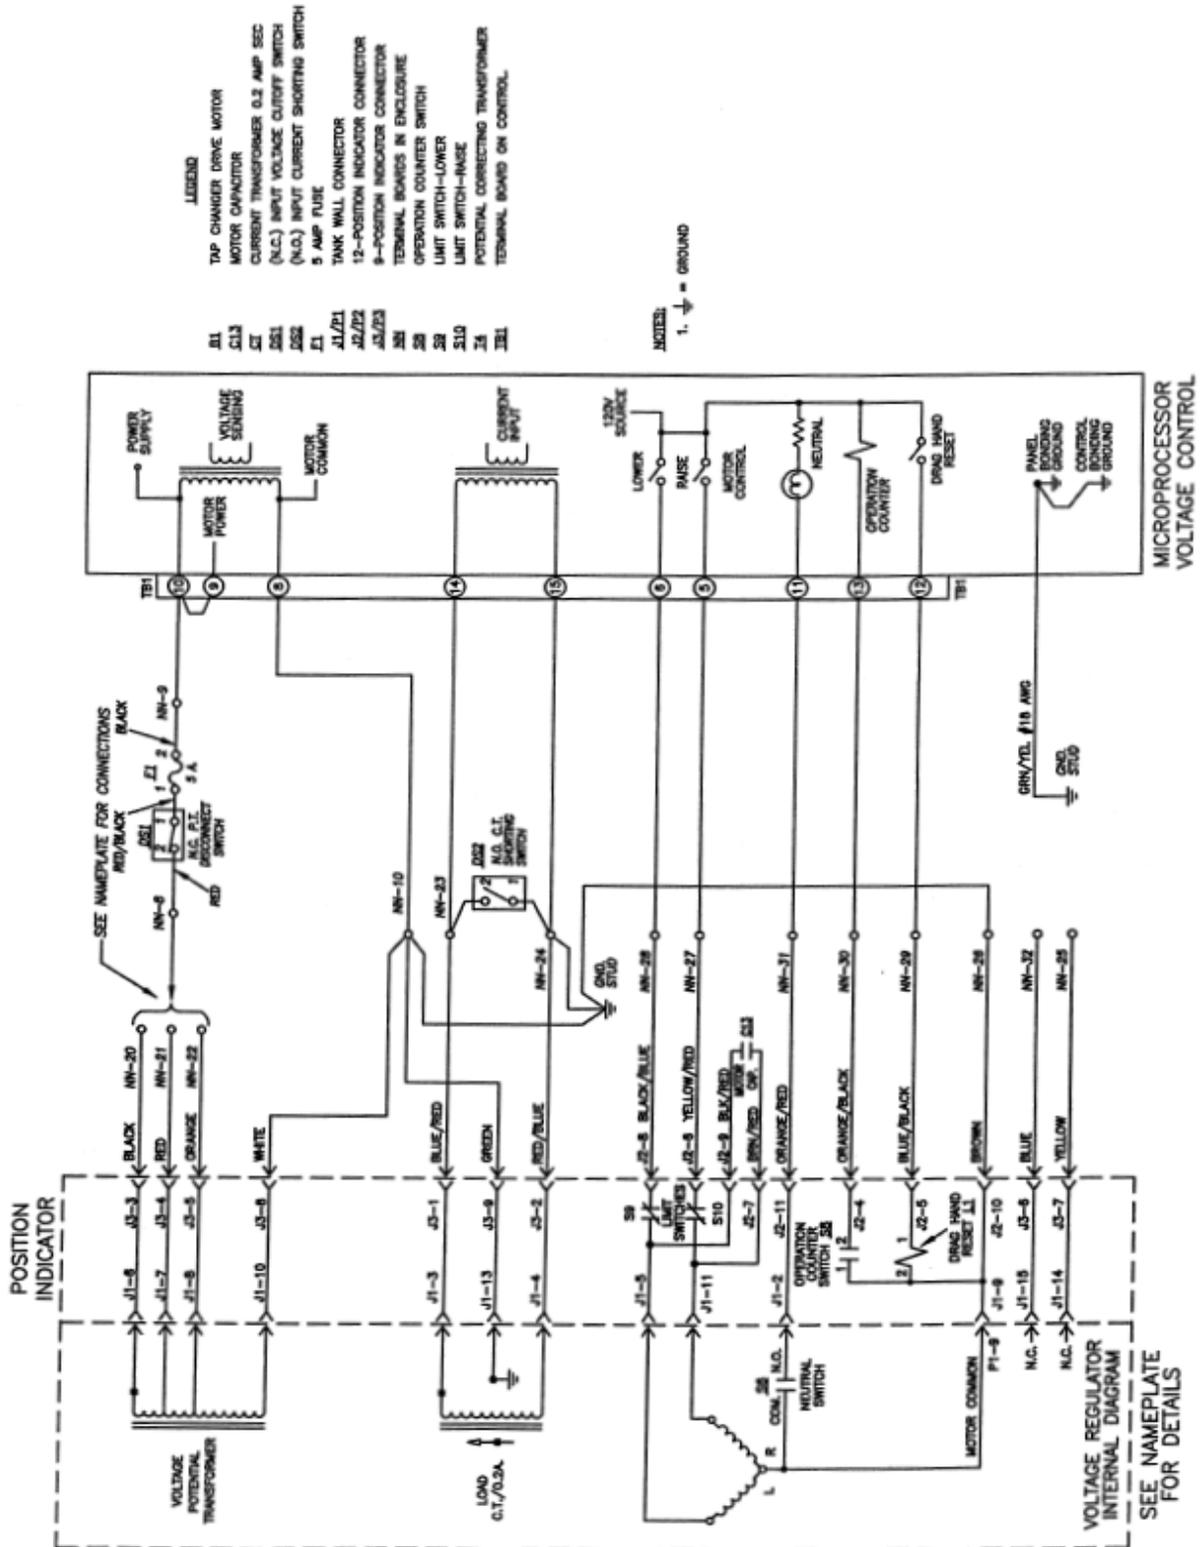

Figure 14
2. Le circuit du moteur ne fonctionne pas correctement ou le commutateur de la commande est défectueux.	2. Placez le commutateur Motor Control (Commande du moteur) sur la position « Manual » (Manuel) et placez le commutateur Manual (Manuel) sur Raise (Augmenter). Vérifiez la tension sur le bornier NN-27. Si 120 V.c.a. approximativement sont décelés, le problème se trouve vraisemblablement au niveau du circuit du moteur du régulateur. Voir la Fig. 14 pour dépanner plus avant le circuit du moteur du régulateur.